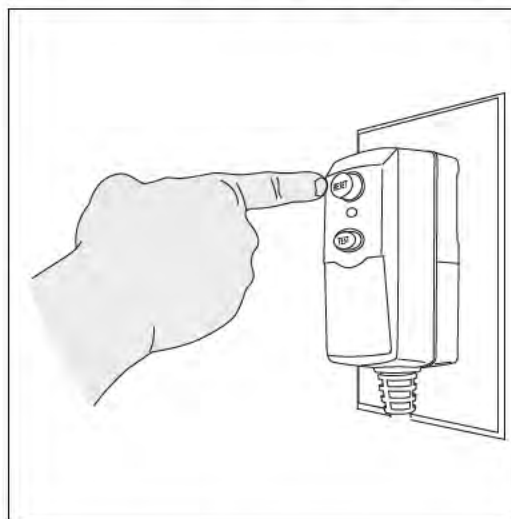

Fig. 19
- Desenrolle el cable de alimentación por completo y conecte el GFCI en una salida de 120 voltios a tierra. Pulse el botón 'reset' en el GFCI **(Fig. 19)**. La ventana de indicador debe mostrar un color rojo. Esto debe hacerse cada vez que la unidad esté enchufada.